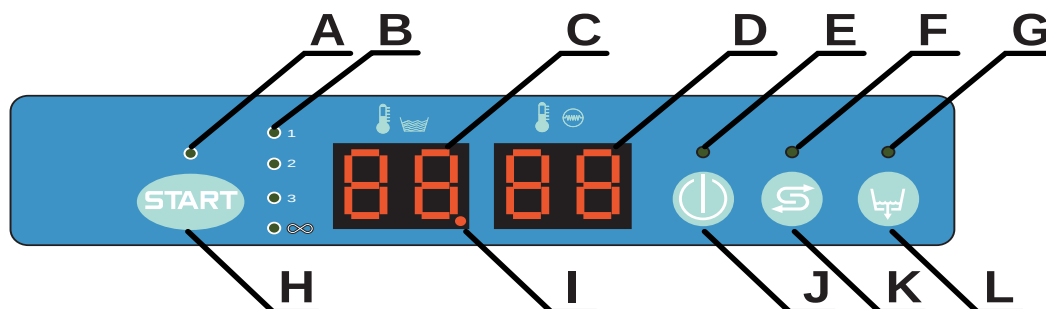

Abb. 1
Die Taste "J" gedrückt halten (siehe Abb. 1).
- Zur Auswahl des Spülprogramms (1, 2, 3, ∞) die Taste **"H"** gedrückt halten (siehe Abb. 1). Das Display zeigt nacheinander die verfügbaren Programme. Sobald das geeignetste Programm erscheint, die Taste loslassen. Das grüne LED **"B"** schaltet sich in Übereinstimmung mit dem ausgewählten Zyklus (1, 2, 3, ∞) ein.
- Den Zyklus durch Drücken der Taste **"H"** für max. 1 Sek. (siehe Abb. 1). Der Zyklusstart wird durch das Blinken des LED des ausgewählten Zyklus signalisiert. Nach Zyklusende leuchtet das LED wieder stetig und der Schriftzug **"END"** erscheint auf dem Display.
Anm.: Die Maschine akzeptiert keine anderen Zyklen bis die Tür nicht geöffnet oder zwei Mal die Taste **"H"** gedrückt wird (siehe Abb. 1). Die Zyklen (1, 2, 3, ∞) sind vom Hersteller auf eine Zeitdauer von 60 - 120 - 180 - 300 Sekunden eingestellt.